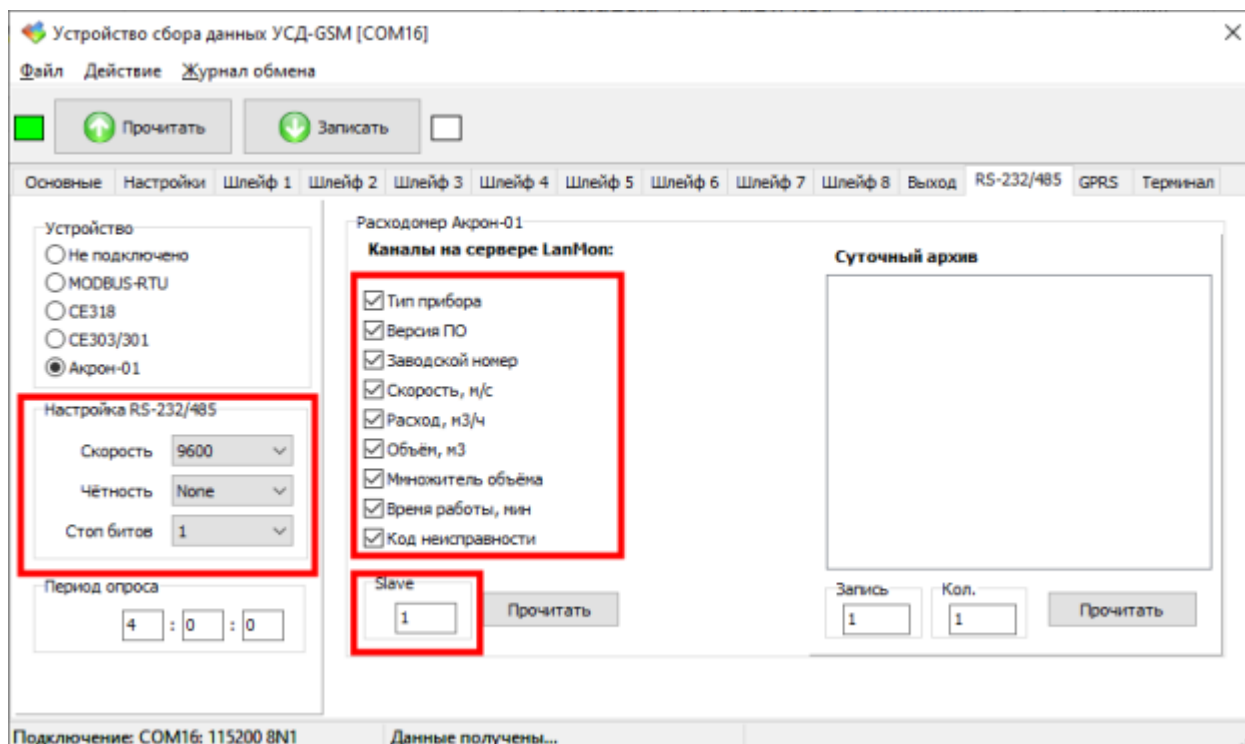

Рисунок 26 – Настраиваемые параметры «Акрон-01»
5. В поле «Каналы на сервере LanMon» установить переключатели напротив нужных параметров. Отмеченные параметры будут передаваться на сервер LanMon (рисунок 26).